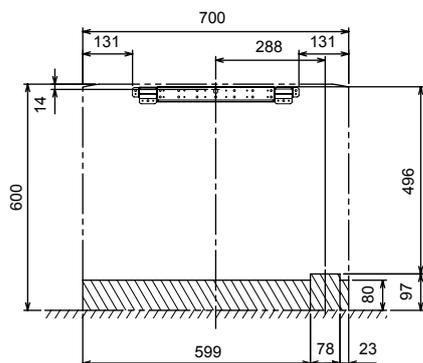

Fig. 3-7
1) Para tuberías posterior o posterior izquierda (Fig. 3-7)